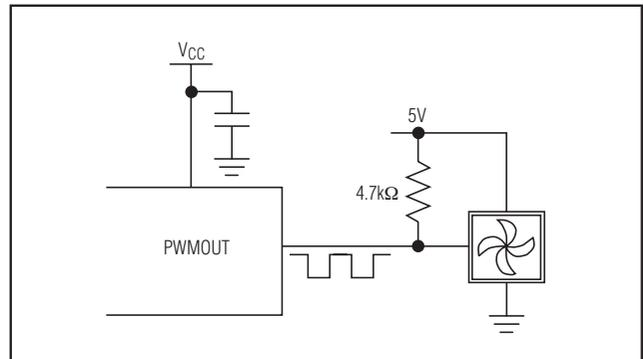

图7. 用MAX6641的PWM输出(通常使用35kHz PWM频率)控制带PWM输入的风扇
- 3) PWMOUT直接驱动风扇的逻辑电平PWM速度控制输入(若风扇具有这种输入形式的话)。这种方法需要更少的外部元件，并且结合了1)的高效率与2)的低噪声。图7就是一个用PWMOUT驱动的带速度控制输入的风扇的实例。采用这种配置时，寄存器02h中的D4位应当被置1。